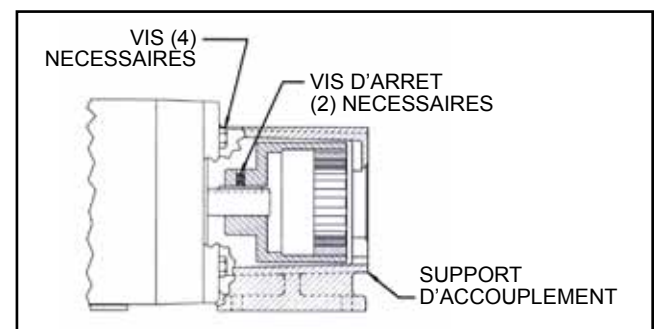

FIGURE 14
- Il doit être possible d'inspecter les aimants externes depuis l'extrémité du support. S'il est nécessaire de démonter, commencez par retirer les (4) vis (Voir Figure 14) et séparer le support du moteur ou boîtier de roulement. Dévissez la vis d'arrêt sur le moteur (ou